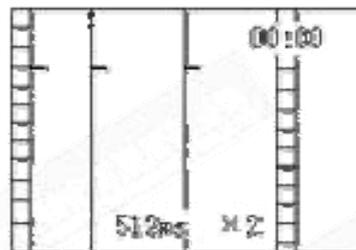

图 6
3、启动有载开关。当听到有载开关动作对触头进行切换的声音时，阻值随之发生变化，采集的波形也发生小跳变如图 6 所示；这时请按任一键结束测量，否则屏幕显示的测量结果就会因被刷新而找不到。结束测试后显示的画